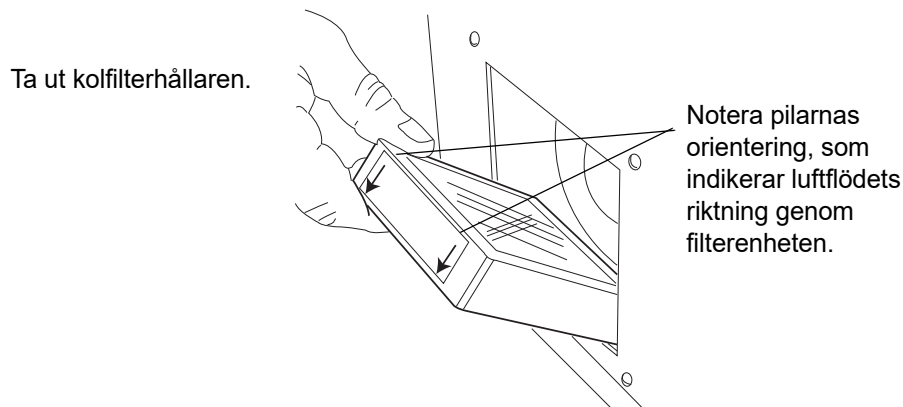

Bild 4-10 Ta bort kolfiltret
2. Dra ut kolfiltret ur processorn. Observera att filtrets övre del har en etikett med pilar som visar luftflödets riktning genom enheten. Pilarna pekar utåt, mot processorns baksida. (Se Bild 4-10).